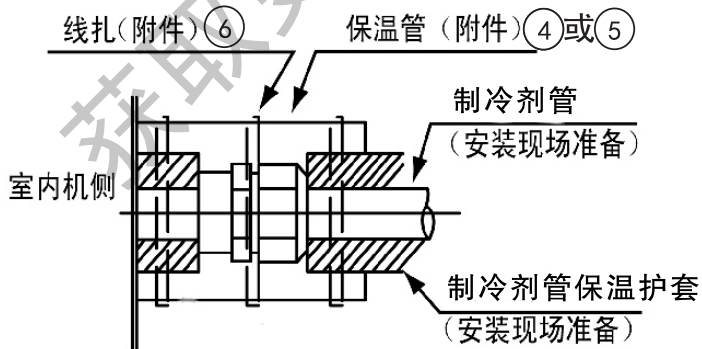

图18 管的保温
连接完制冷剂管后, 用随机附带的保温管④和⑤将制冷管道保温, 并用扎带⑥扎紧, 见图18。